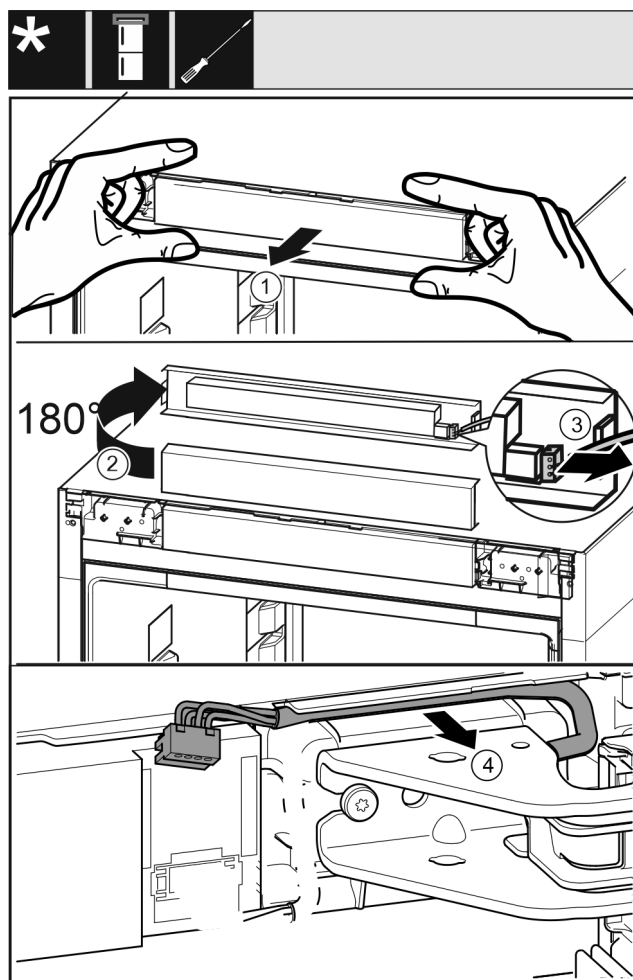

Fig. 9
- ▶ Внимателно освободете напред капачката с елементите за управление на уреда. *Fig. 9 (1)*
- ▶ Завъртете капачката с елементите за управление нагоре на 180°. *Fig. 9 (2)*
- ▶ Натиснете фиксиращия палец назад и внимателно издърпайте щекера. *Fig. 9 (3)*
- ▶ Внимателно освободете кабела над лагерната стойка от водача. *Fig. 9 (4)*